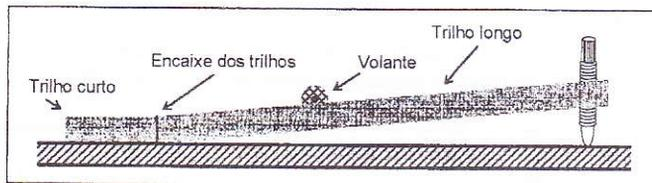

Figura 1: Montagem experimental.
A figura 1 mostra o esquema do dispositivo experimental utilizado.
- É muito importante que o volante não tenha o seu movimento alterado ao passar pelo encaixe dos trilhos inclinado e horizontal (veja a figura 1). Confira esta condição soltando o volante várias vezes sobre o trilho inclinado, de uma pequena distância do encaixe, e observe o seu movimento. Se necessário, coloque um pedaço de papel dobrado, junto ao encaixe, sob o trilho inclinado.